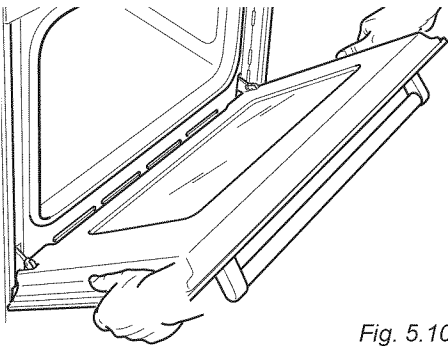

Fig. 5.10
- Tenez la porte tel qu'indiqué à la fig. 5.10.
- Saisir solidement la porte (fig. 5.10).